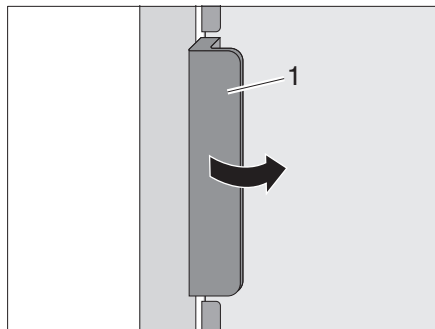
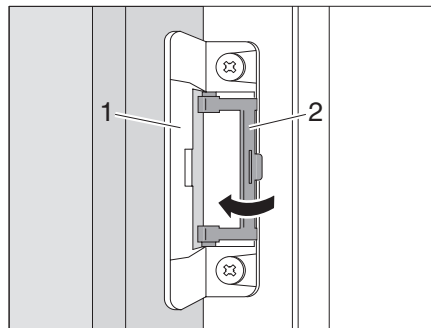

Bild 90 Öppna kylskåpsdörren
Bild 91 Låsa i ventilationsläge
- ▶ Öppna kylskåpsdörren med handtaget (Bild 90,1). Låsanordningen (Bild 91,1) lossas automatiskt.
- ▶ Fäll upp låset (Bild 91,2).